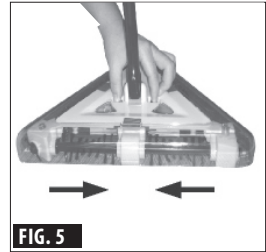

FIG. 5
- Plaats de basis van de driehoekveger op de vloer of op een vlak oppervlak, zoals een aanrecht. Houd de vergrendeling van de vuillade met één hand ingedrukt en til met de andere hand de veger op aan de aluminium stang om de vuillade los te maken (zie FIG. 5).